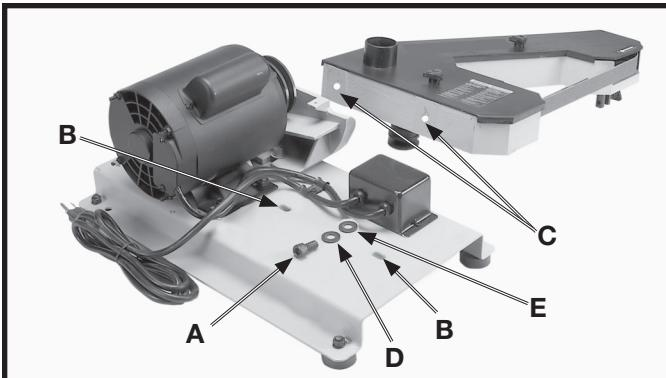

Fig. 1
1. Inserte los dos tornillos con arandelas de cierre y arandeladas planas (A) Fig. 1 hacia arriba a través de los dos agujeros (B) en la base, y enrosque los tornillos en los agujeros roscados (C) en el fondo de la unidad de correa. No apriete los dos tornillos (A) completamente en este momento.